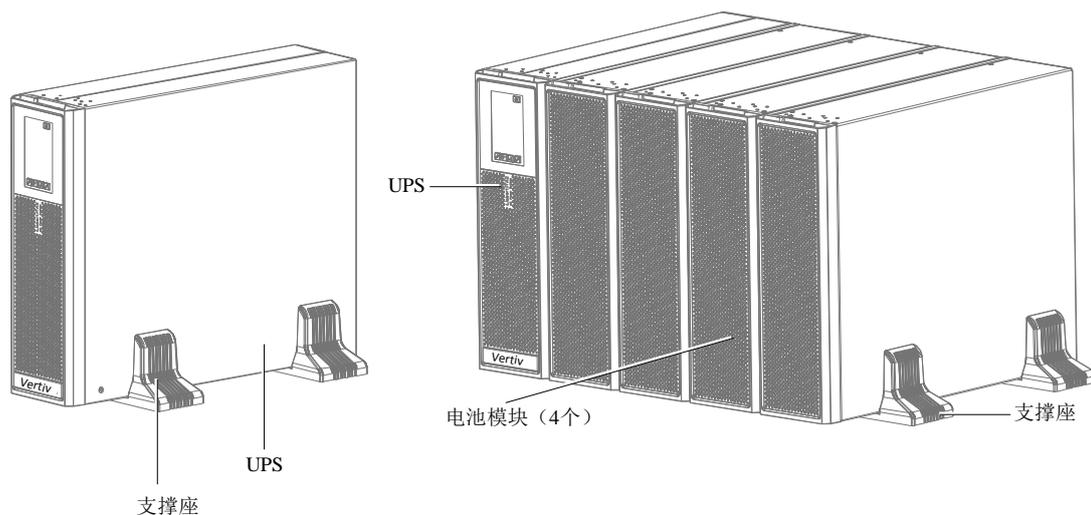

图2-9 UPS 和电池模块的安装示意图
3. 将 UPS 放置于支撑座和中间座上, 如图 2-9 所示。